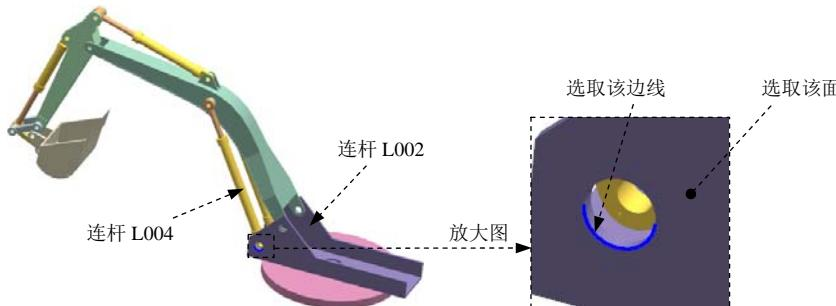

图 10.8.19 定义旋转副（三）
(1) 选择连杆。选取图 10.8.19 所示的连杆 L004。
(2) 定义原点及矢量。在“运动副”对话框的 **指定原点**下拉列表中选取“圆弧中心” 选项，在模型中选取图 10.8.19 所示的圆弧为定位原点参照；选取图 10.8.19 所示的面作为矢量参考面。
(3) 添加啮合连杆。在“运动副”对话框的**基本**区域中选中 **啮合连杆**复选框，单击**选择连杆 (0)**，选取图 10.8.19 所示的连杆 L002。
(4) 定义啮合连杆原点及矢量。在“运动副”对话框**基本**区域的 **指定原点**下拉列表中选取“圆弧中心” 选项，在模型中选取图 10.8.19 所示的圆弧为定位原点参照；选取图 10.8.19 所示的面作为矢量参考面。